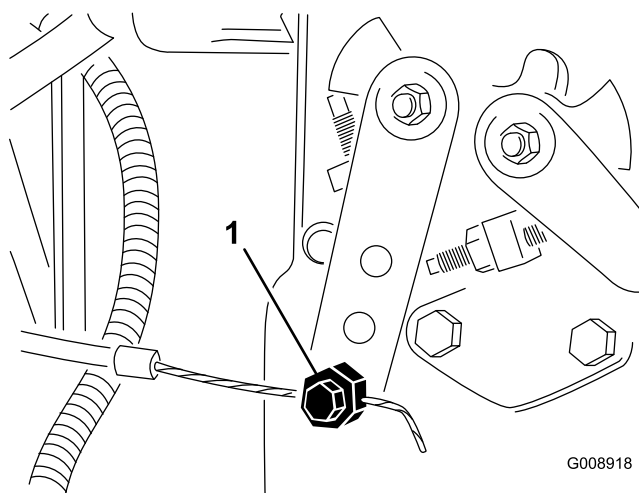

Bild 57
2. Lockern Sie den Anschluss des Gaszuges am Arm der Einspritzpumpe (Bild 57).